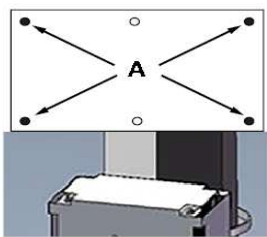

FIGURE 1.
- Dévisser les 4 vis A du haut de l'EPVIDEO (Figure 1).
- Unscrew the 4 screws A from the top of the EPVIDEO (Figure 1).
- Die 4 Schrauben A an der Oberseite des EPVIDEO lösen (Figure 1).